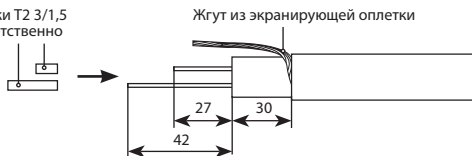

Рис. 3
4.1.3. Разрезать ножом и снять саморегулирующуюся матрицу. Укоротить одну жилу на 15 мм. Надеть термоусаживаемые трубки Т2 3,0/1,5 на зачищенные жилы и термоусадить их с помощью воздушного термопистолета горячим воздухом (см. рис. 3). Температура усадки 200 °С.